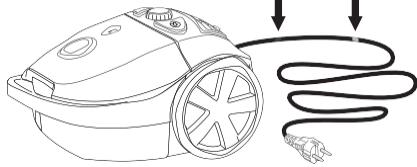

Figura 5 Marcatura del cavo
5. Il cavo presenta una marcatura gialla e una marcatura rossa (vedere la figura 5). Estrarre il cavo fino alla marcatura gialla.